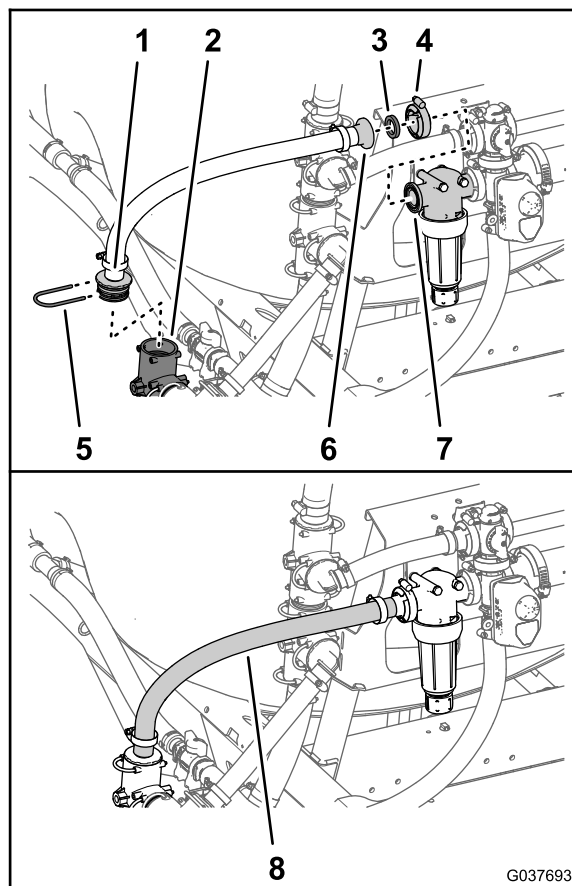

Рисунок 60
1. Установите прямой штуцер типа «елочка» шланга подачи коллектора на тройник насоса опрыскивателя (Рисунок 60) с помощью держателя, снятого при выполнении пункта 5 в разделе Демонтаж перепускного шланга перемешивания и шланга подачи опрыскивателя \(страница 18\).
2. Закрепите фланцевый штуцер типа «елочка» шланга подачи коллектора и уплотнительную прокладку 25 x 35 мм (1 x 1-3/8 дюйма) на фланце головки фильтра (Рисунок 60) с помощью фланцевого хомута размером от 40 до 64 мм (от 1-9/16 до 2-1/2 дюйма).